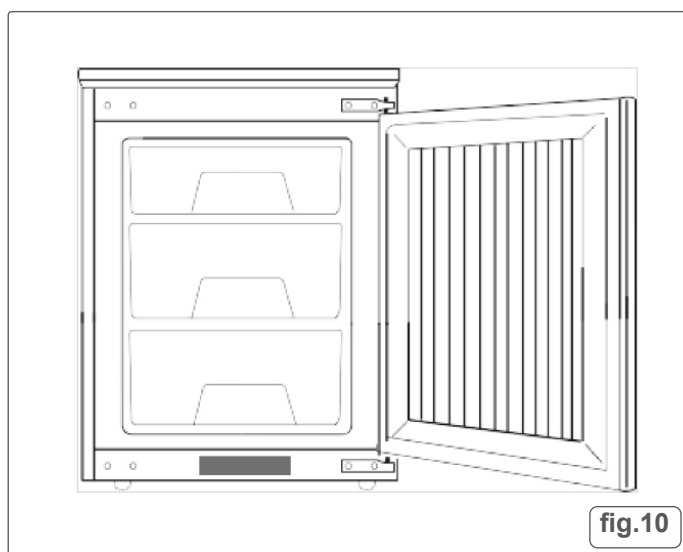

fig.10
• **STORAGE AND USE (fig.10)**